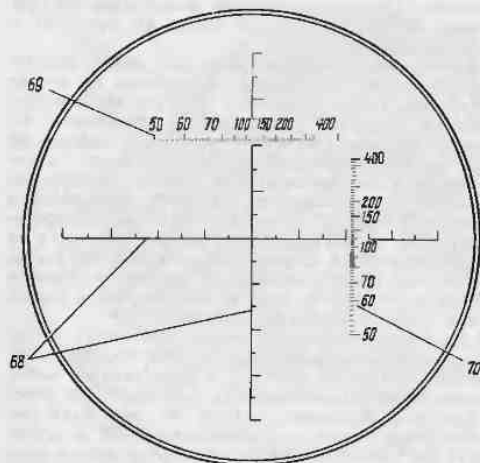
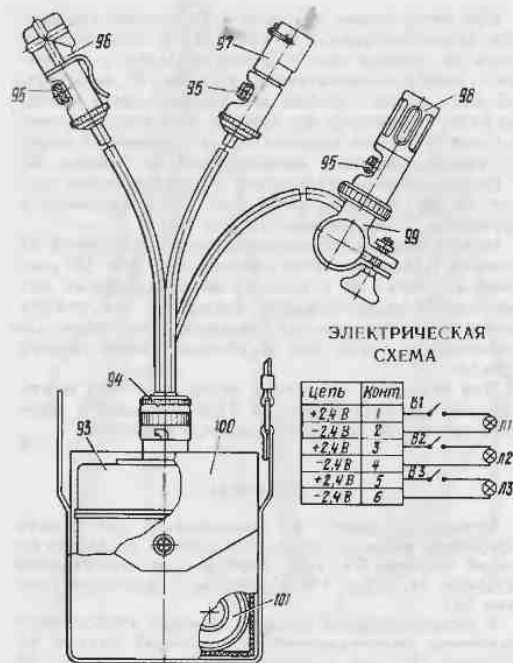
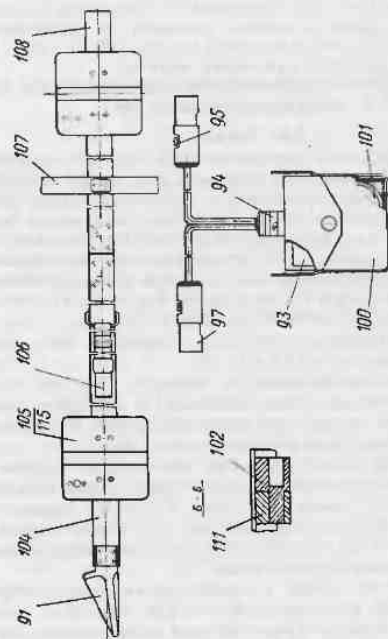

РИС. 8. ВИД СЕТКИ В ПОЛЕ ЗРЕНИЯ МОНОКУЛЯРА.
РИС. 13. ОСВЕТИТЕЛЬ.
РИС. 14. РЕЙКА.
Рейка (рис. 14) предназначена для измерения расстояний до различных точек на местности, удаленных не более чем на 400 м, с помощью вертикальной и горизонтальной дальномерных шкал сетки (рис. 8), при этом базой является двухметровая рейка.
В крышке 43 закреплена оправа с сеткой 47. Сетка 47 расположена в фокальных плоскостях линзы 51 объектива и линз 45 окуляра и представляет собой плоскопараллельную стеклянную пластинку, на которой нанесены угломерные шкалы 68 (рис. 8) и две дальномерные шкалы — горизонтальная 69 и вертикальная 70. Общая величина угломерной шкалы равна 0—80, цена одного деления равна 0—05. Дальномерные шкалы служат для измерения расстояний от 50 до 400 м при помощи двухметровой рейки (рис. 14). Дальномерные шкалы оцифрованы в метрах.
Осветитель (рис. 13) предназначен для работы с буссолью в ночное время. Он состоит из аккумуляторной батареи 93, трех проводов со штепсельным разъемом 94, сумки 100 и коробки с запасными лампами 101.
Напряжение от аккумуляторной батареи 93 подается в цепь на контакты 1...6. При замыкании цепи переключателями В1, В2, В3 рукоятками 95 загораются лампы: Л1 — патрона 96 переносной лампы для подсветки шкал и магнитной стрелки буссоли, Л2 — патрона 97 лампы сетки для подсветки сетки 47 (рис. 4) и Л3 — вежи 98 (рис. 13).
Вежа 98 (рис. 13) обеспечивает уверенное визирование в дневных и ночных условиях на расстоянии до 300 м, она устанавливается хомутом 99 на тубус 16 (рис. 4) и крепится зажимным винтом.
Рейка (рис. 14) состоит из двух частей — нижней и верхней. Основанием нижней части рейки является швеллер 104, верхней части рейки — швеллер 108.
Измерение расстояний по вертикали установленной рейке производят с помощью вертикальной дальномерной шкалы 70 (рис. 8) сетки буссоли. Рейкой можно пользоваться и по горизонтальной дальномерной шкале 69. Для этого ее необходимо держать руками горизонтально.
Для работы рейкой в ночное время применяется осветитель. В отличие от осветителя (рис. 13) для буссоли, осветитель (рис. 14) для рейки имеет два провода с патронами 97 лампы сетки, которые устанавливаются на накладку 115. При наблюдении в окуляр буссоли мы видим на рейке две светящиеся точки.
Перед работой с прибором в ночное время необходимо проверить исправность осветителя. Для этого надо подсоединить к аккумуляторной батарее 93 (рис. 13, 14) штепсельный разъем 94 кабеля и поворотом рукояток 95 убедиться, горят ли лампы в патроне 96 (рис. 13) переносной лампы, патроне 97 лампы сетки и вехе 98. Проверить напряжение на аккумуляторных батареях; если его значение подходит к 2 В (2,1 В), то необходимо произвести их подзарядку согласно инструкции.
9.2.4. Привести рейку (рис. 14) в боевое положение. Для этого необходимо расстегнуть ремень 107, вставить сухарь 102 швеллера 108 в отверстие сухаря 111 швеллера 104.
- отстегнуть пуговицу сумки 100 (рис. 13, 14);
- установить веху 98 (рис. 13) на тубусе 16 (рис. 4) монокуляра и закрепить зажимным винтом
хомута 99 (рис. 13); включить лампу веши поворотом рукоятки 95;
— установить на «ласточкин хвост» корпуса 49 (рис. 4) монокуляра и на накладку 115 (рис. 14) рейки патрон 97 (рис. 13, 14) лампы сетки, предварительно нажав на защелку патрона лампы сетки, и зафиксировать защелку в пазах «ласточкина хвоста» и накладки. Включить лампу поворотом рукоятки 95;
— для освещения магнитной стрелки 15 (рис. 4) и шкал буссоли повернуть рукоятку 95 (рис. 13) патрона 96 переносной лампы.